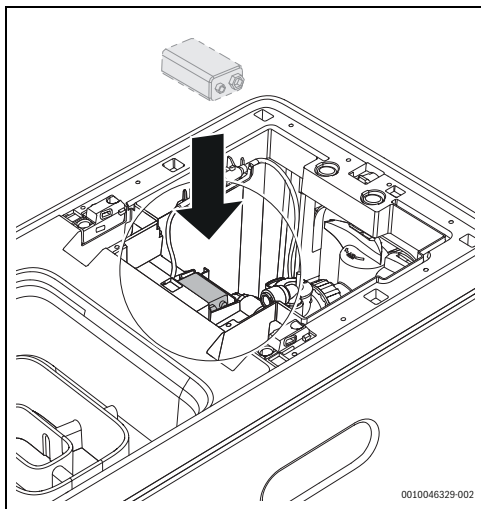

Fig. 8 Conectarea bateriei
2. Deschideți partea superioară și conectați bateria 6LR61 9V la supapă (→Fig. 8).